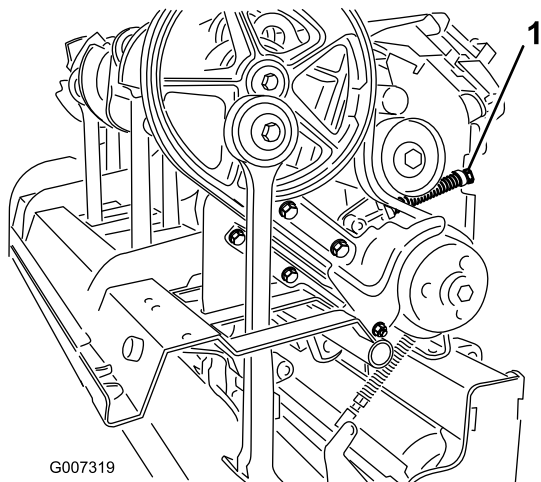

Bild 38
- Lösen Sie die Sicherungsmutter, mit der der Federhalter befestigt ist, und drehen Sie den Federhalter, um die Spannscheibenfeder zu entspannen (Bild 38).